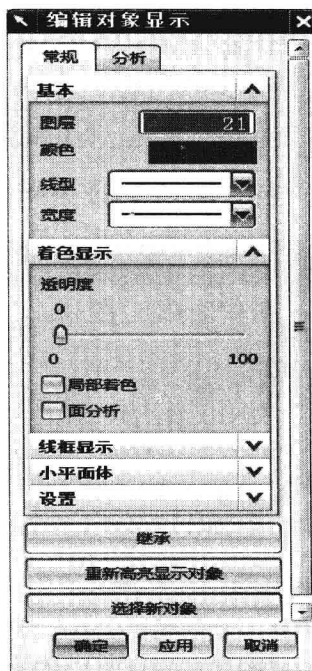

图 1-19 【编辑对象显示】对话框
(1) 编辑对象显示 对象的显示编辑可以改变对象的颜色、线型、透明度等。选择【编辑】|【对象显示】命令或者按快捷键“Ctrl + J”，系统弹出【类选择】对话框，选择要编辑显示方式的对象，然后单击【确定】按钮，随即弹出【编辑对象显示】对话框，如图 1-19 所示。